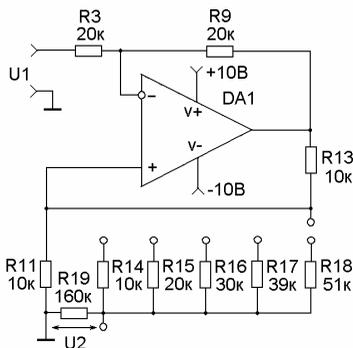

Рис. 7. Преобразователь напряжение-ток
3. Собрать схему преобразователя напряжение-ток (рис.7). Измерить и построить зависимость $I_H=f(R_H)$, где $I_H=U_2/R_{19}$. Сопротивление нагрузки изменять переключением резисторов R14-R18. Напряжение U1 подавать с генератора сигналов.